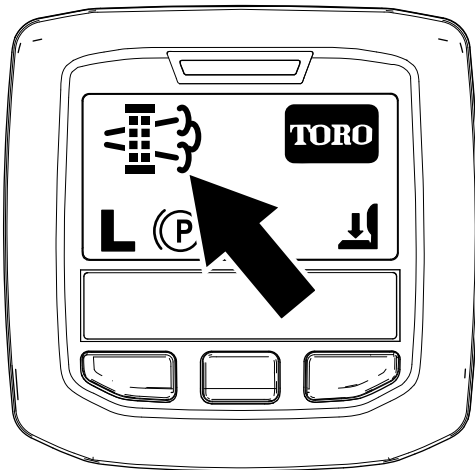

Figura 44
- Quando il computer del motore richiede una rigenerazione parcheggiata o una rigenerazione di recupero, nell'InfoCenter viene visualizzata l'icona della richiesta di rigenerazione (Figura 44).